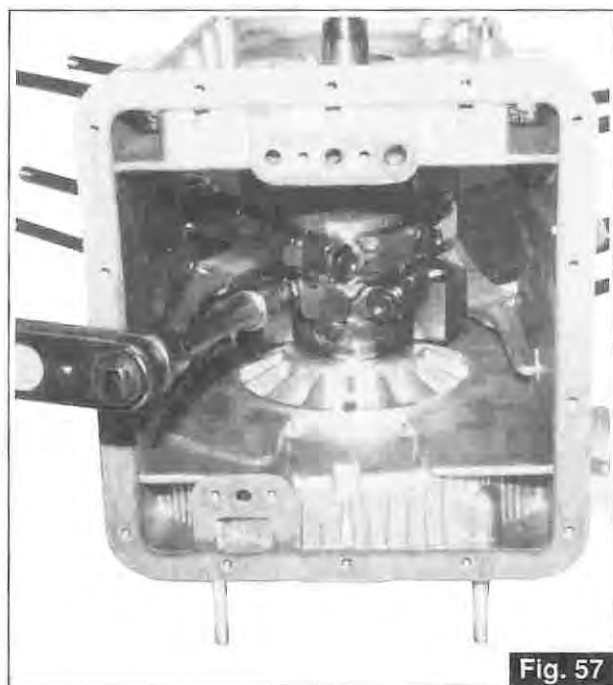

Fig. 57
- Dall'interno del basamento svitare le viti di accoppiamento delle bielle e togliere le bielle stesse. Al successivo rimontaggio dato l'elevato carico e le sollecitazioni alle quali sono sottoposte, dette viti dovranno essere sostituite con viti nuove. Bloccare alla coppia di serraggio di Kgm 6,1÷6,6 (Fig. 57).
- Unscrew the con-rod screws from inside the crankcase and remove the connecting rods.. These screws are exposed to considerable load and stress and must be replaced with new ones when reassembling. Torque up to 6.1÷6.6 Kgm (Fig. 57).